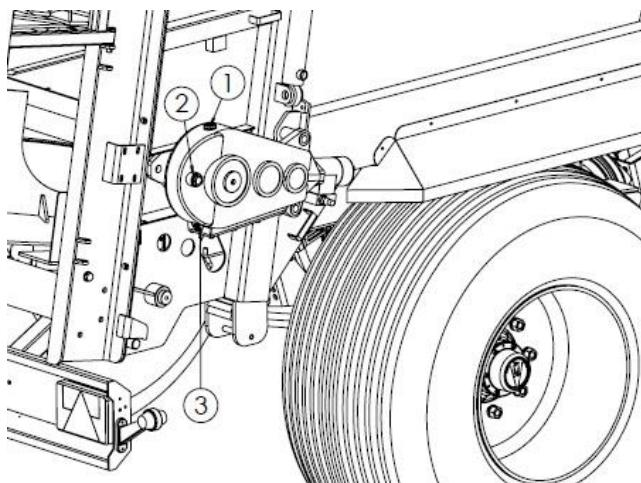

Рисунок 30. Точки контроля уровня масла редуктора напольного конвейера
Для слива масла из редуктора (рис. 30, 31, 32) необходимо открутить сливные пробки (3). Через заливное отверстие (1) заливайте новое масло в редуктор до тех пор, пока оно не появится в контрольном глазке (2). Правильный уровень масла достигается тогда, когда масло видно посередине контрольного глазка.